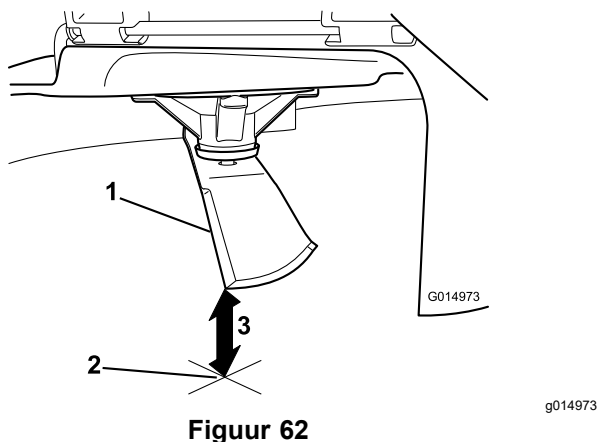

**Figuur 61**
4. Draai hetzelfde mes 180 graden, zodat de maairand aan de andere kant nu in dezelfde stand staat (Figuur 61).